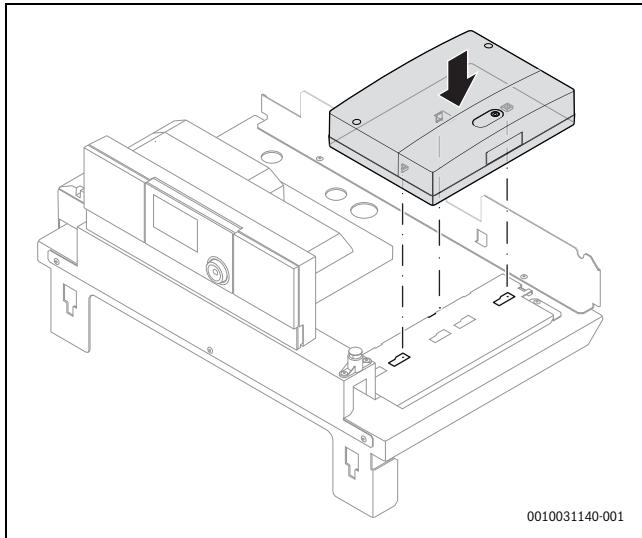

Bild 17 Montage des Elektronik-Moduls unter der Kesselhaube (Beispiel)
► Modul entsprechend Bild 17 und 18 unter der Kesselhaube montieren.